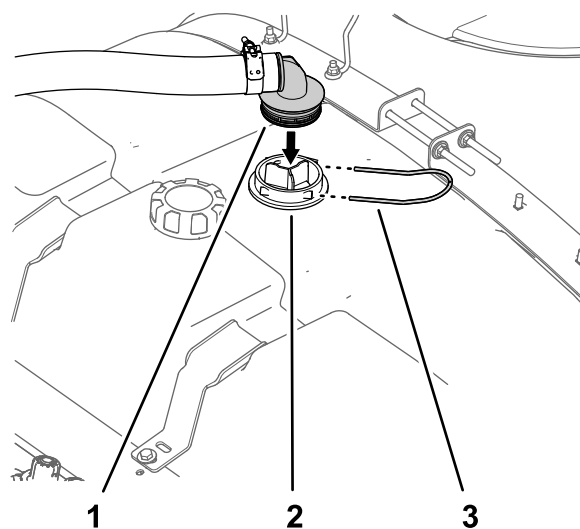

Figura 18
1. Aliniază fittingul inelat de 90° al furtunului de alimentare la carcasa filtrului de aspiraie (Figura 18).
2. Fixați fittingul inelat la 90° la carcasă (Figura 18) cu furca de fixare pe care ai demontat-o la pasul 1 din Demontarea rezervorului de clătire (Pagină 6).